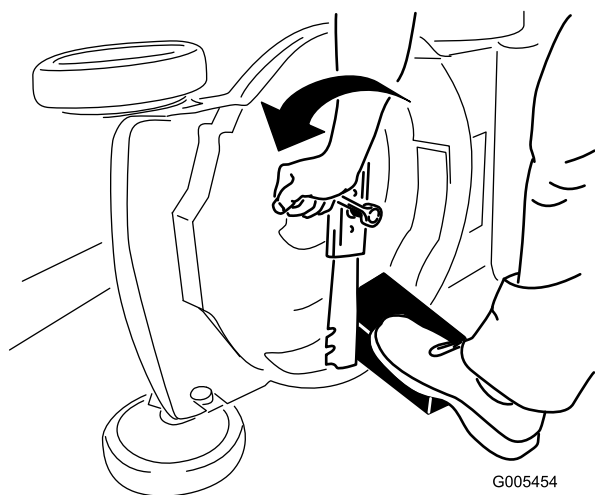

Figure 36
- Immobilisez la lame avec un morceau de bois (Figure 36).
- Déposez la lame mais ne jetez pas les fixations (Figure 36).